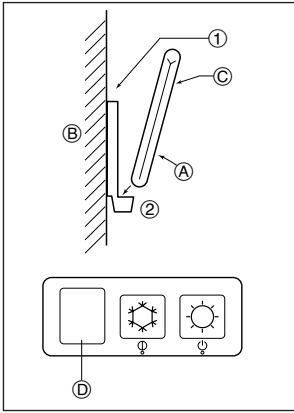
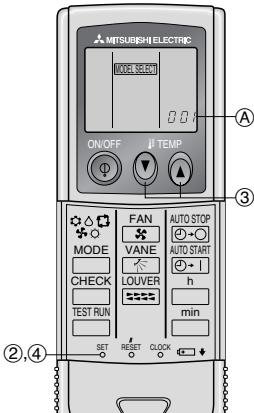

Fig. 6-5
Fig. 6-6
2) **Método de instalación (Fig. 6-5)**
- ① Fije el soporte del mando a distancia en el lugar deseado atornillándolo con tacos.
- ② Inserte la parte inferior del mando en el soporte.
3) **Preparación inicial (Fig. 6-6)**
- ① Introduzca las pilas.
- ② Pulse el botón SET con algún objeto puntiagudo.